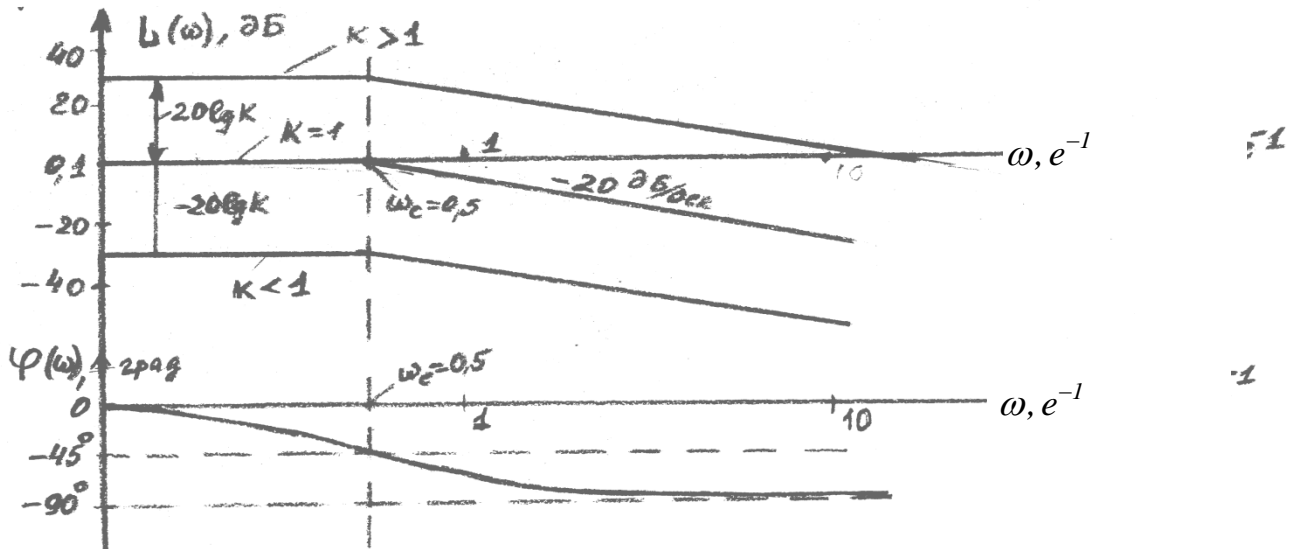

Рис. 5.4. Графики ЛАЧХ и ЛФЧХ инерционного звена
При значении коэффициента передачи звена $k > 1$ график ЛАЧХ пройдет параллельно рассмотренному (при $k = 1$) и выше него на расстоянии $20 \lg k$, а при $k < 1$ – график ЛАЧХ пройдет параллельно рассмотренному и ниже него на расстоянии $-20 \lg k$ (см. рис. 5.4)
5. Строим график ЛФЧХ $\varphi(\omega)$ (см. рис. 5.4).